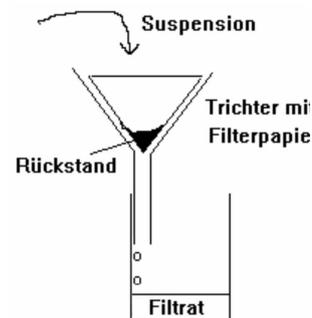

Abb.1: Filtration
- Filtriere die Suspension! Der Aufbau der Geräte zur Filtration ist aus der Abbildung 1 ersichtlich.